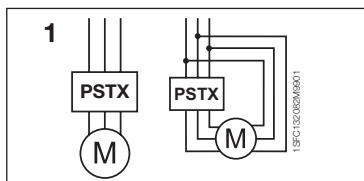

Figura 1: in linea, interno delta
2. Collegare il circuito principale: terminali 1L1 - 3L2 - 5L3 al lato linea e i terminali 2T1 - 4T2 - 6T3 al lato motore. Utilizzare un collegamento di cavi per PSTX30...105, vedere la Figura ❶ nella grafica 7, e un collegamento di terminali per PSTX142...1250, vedere la Figura ❷, nella grafica 7. Gli Avviatori graduali PSTX possono essere collegati sia in modalità "in linea" che in modalità "interno delta". Vedere la Figura 1.